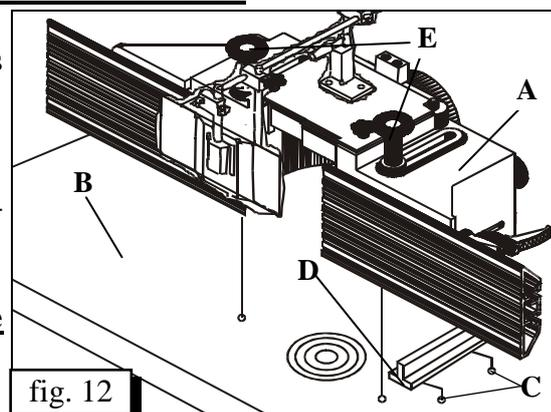

fig. 12
- Posez le platine de centrage **D** (fig. 12), de façon à ce que les goupilles entrent dans les ouvertures **C** de la table de travail **B**.